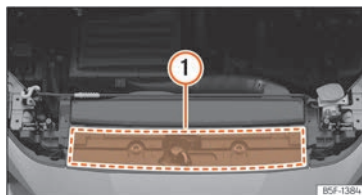

Fig. 184 En el vano motor: zona de ubicación de la etiqueta de aceite de motor
motor >>> fig. 184 (1). Si utiliza el aceite de motor recomendado, se puede corregir el nivel del llenado tantas veces como sea necesario.